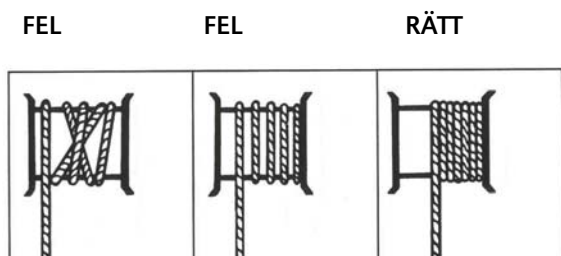

Bild 1
- Kontrollera att vajern är jämnt spolad på trumman (bild 1). Avspola vajern och återspola den noggrant. Det är rekommenderat att använda handspak för vajer vid vajer-spolning